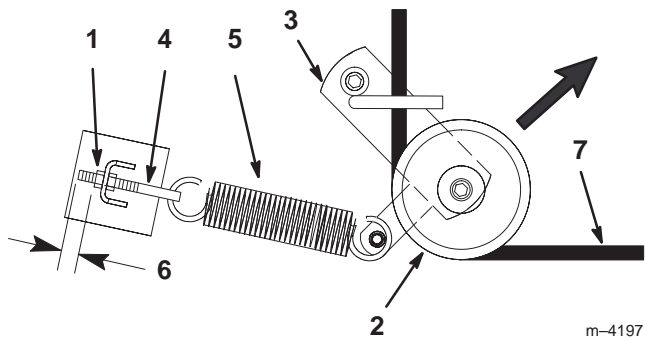
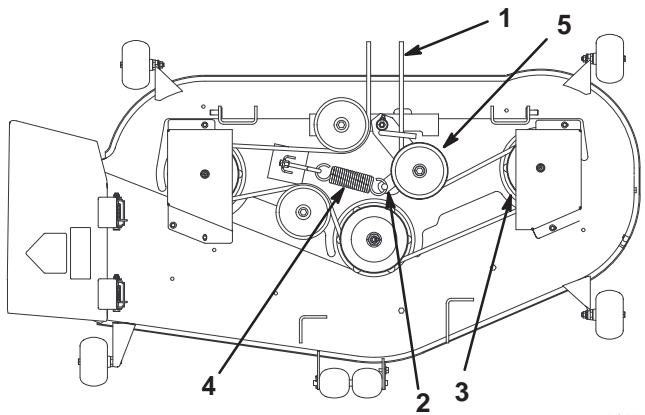

Figure 42
Figure 43
4. Tirez la poulie de tension dans la direction indiquée à la Figure 42 et retirez la courroie des poulies.
5. Faites passer la courroie neuve dans le bras de tension et autour de la poulie de tension (Fig. 42).
6. Tirez la poulie de tension dans la direction indiquée à la Figure 42 et acheminez la courroie autour des autres poulies (Fig. 43).
Remarque : Vérifiez que 3 mm (1/8") de filetage du boulon à œil est visible (Fig. 42).